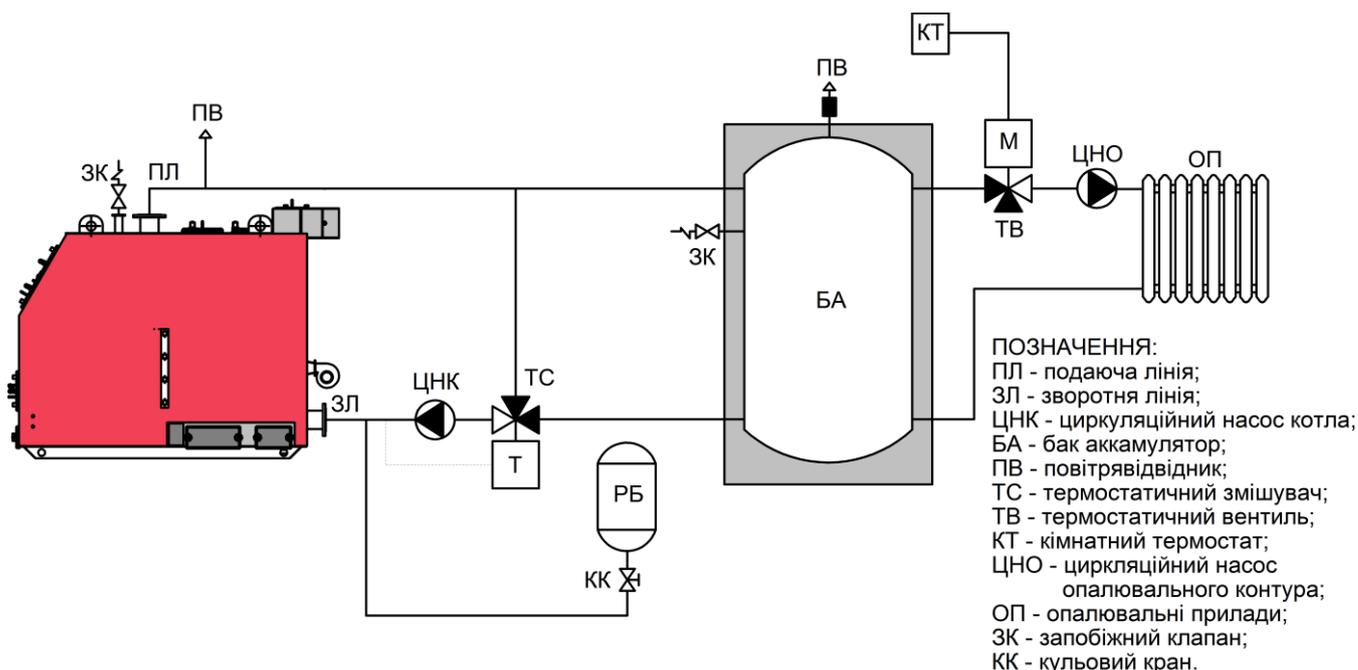
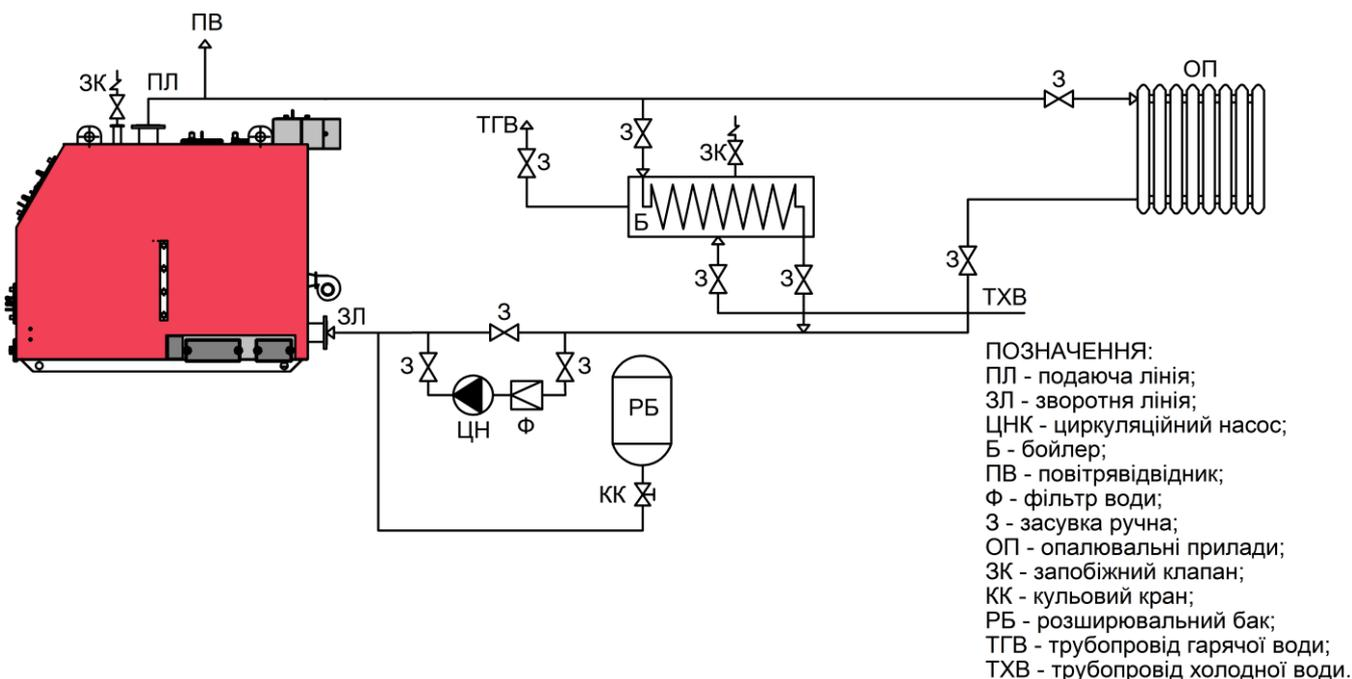

Рис.10 Схема обвязки котла с баком аккумулятором (рекомендованная)
Рис.11 Схема обвязки котла с бойлером (рекомендованная)
11.4.4 Типичные рекомендованные схемы обвязки котлоагрегата приведены на Рис.10, Рис.11